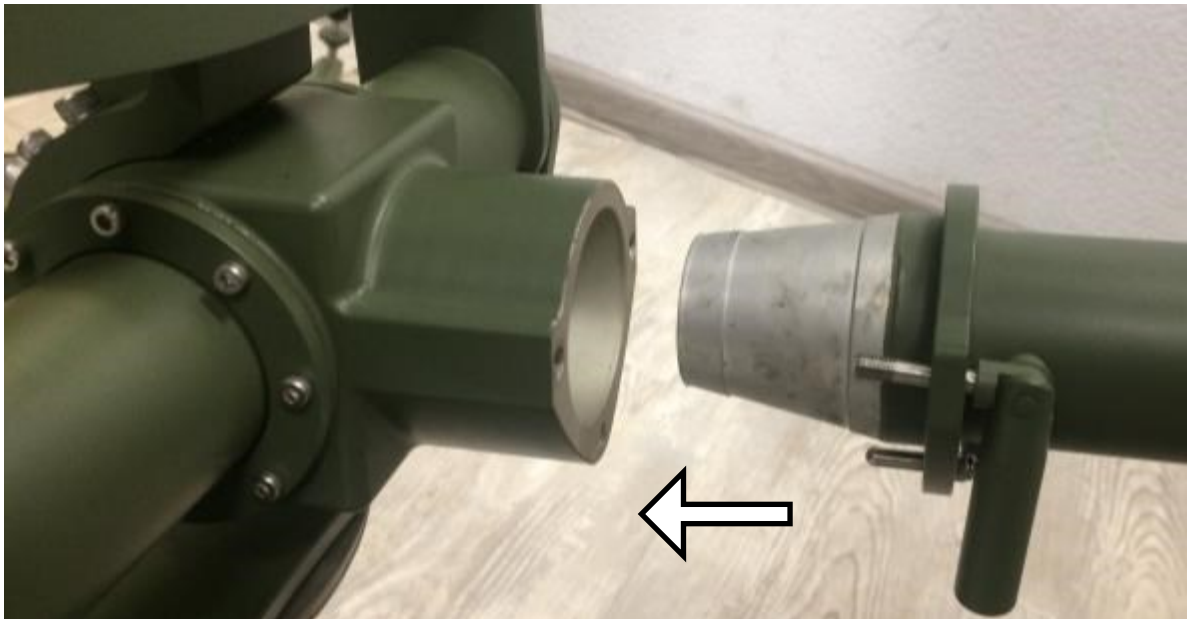

Рисунок 2.2.1.7 – Установка держателя облучателя на опорную платформу
7) Установить облучатель «6». Облучатель устанавливается на направляющий наконечник и фиксируется позиционным штифтом (рисунок 2.2.1.5). Подстройка линейной поляризации осуществляется аналогичным позиционным штифтом.